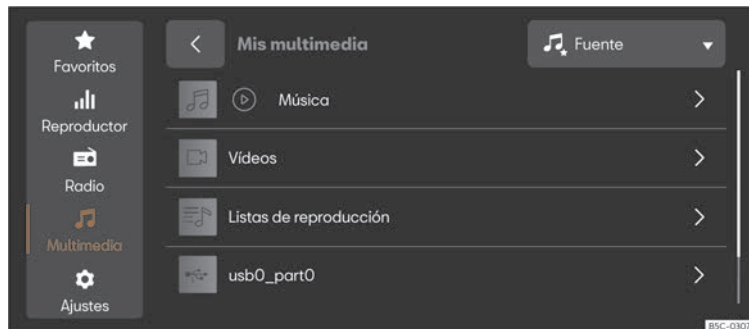

Fig. 181 Representación esquemática: Vista Multimedia.
- Pulse **MENU** > > >>> **fig. 181**.